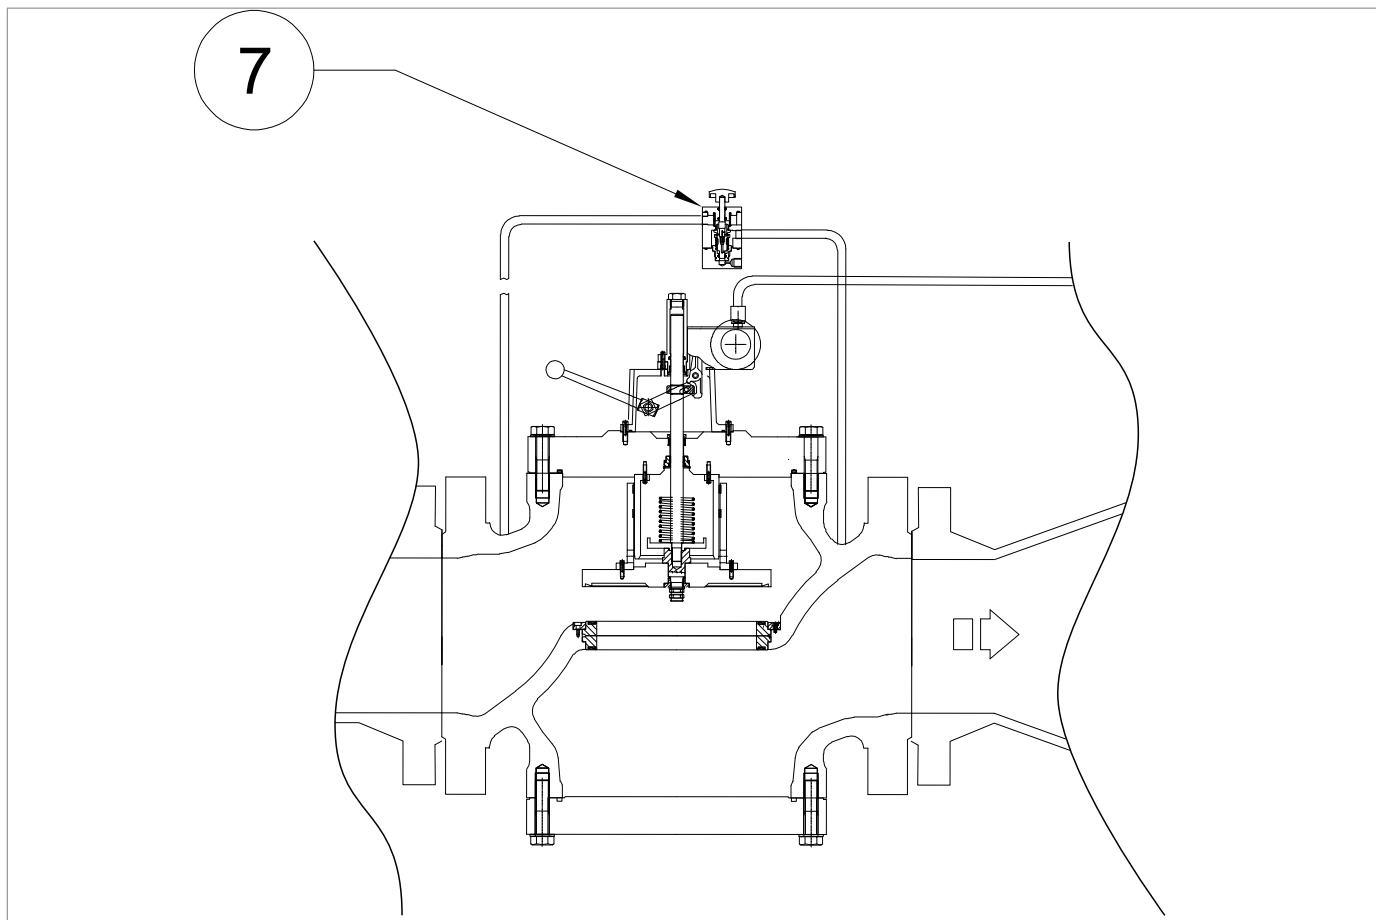
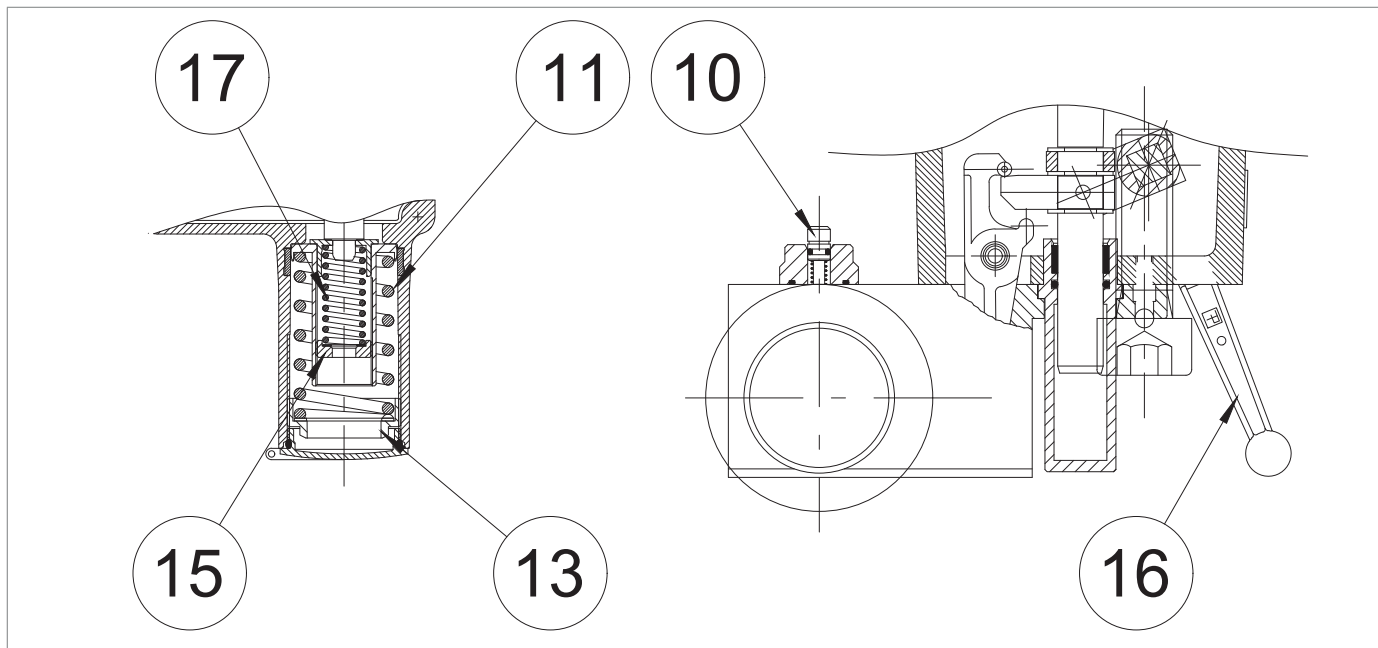

Abb.8.13. Detail Bypass HP2/2 gültig nur für 10"
Abb.8.15. Einstellung der Druckschalter Mod. 100
2	Prüfen Sie, ob das sich das Sicherheitsabsperrentil (3) in geschlossener Stellung befindet.  HINWEIS! Wenn das Absperrentil (3) geöffnet ist, schließen Sie es mit einem manuellen Knopf (Abb.8.15, Ref. 10).
5	a- GÜLTIG VON 1" BIS 8" Die Förder- oder Steuerleitung langsam mit Druck beaufschlagen, indem der Rückstellhebel (Abb.8.15, Bez. 16) des Sperrventils betätigt wird (siehe Abschnitt 4.2 "Betrieb"), wobei zu prüfen ist, ob der vom nachgeschalteten Manometer (5) angezeigte Druck (Pd) 20 % unter dem Ansprechwert des Druckschalters liegt. b- GILT NUR FÜR 10" Die Förder- oder Steuerleitung langsam mit Druck beaufschlagen, indem die HP2/2-Bypass-Taste (Abb.8.13, Bez. 7) des Absperrentils gedrückt wird (siehe Abschnitt 4.2, "Betrieb"), wobei zu prüfen ist, ob der vom nachgeschalteten Manometer (5) angezeigte Druck (Pd) 20% unter dem Ansprechwert des Druckschalters liegt.